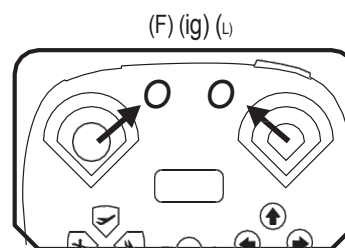

Figura 2
8.4 Reglare fină orizontală: În timpul zborului, elicopterele pot funcționa fără intervenția pilotului. Se întorc la dreapta sau la stânga într-o situație dată. Pentru a corecta această problemă, echilibrul trebuie reglat. Atunci când aeronava se întoarce automat spre stânga, apăsați continuu acest buton (așa cum se arată în figura 2). Reglați aeronava astfel încât să nu se mai rotească continuu. Când aeronava se rotește automat spre dreapta. Apăsați continuu acest buton (după cum se arată în Figura 3), corectați aeronava astfel încât să nu se mai rotească continuu.